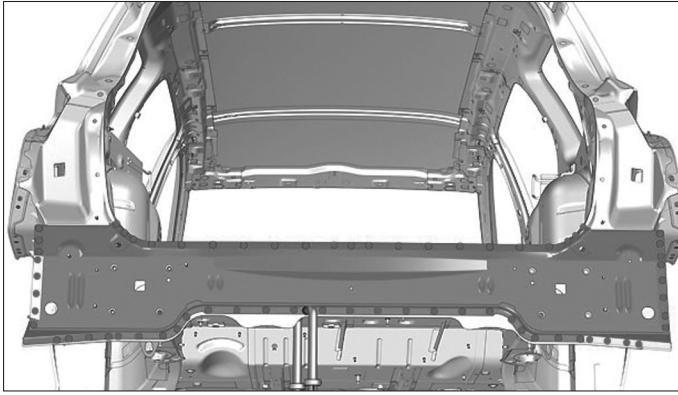

FIG. 191
- Souder par points électriques (Fig.191).